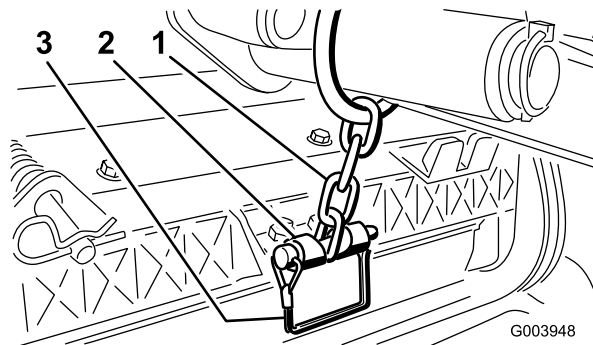

**Figure 12**
- A. Retirez la goupille à anneau et la rondelle qui fixent l'axe de pivot du bras de levage au bras de levage, et sortez l'axe de pivot du bras de levage (Figure 12).
- C. Insérez l'axe du bras de levage dans le bras de levage et fixez-le à l'aide de la rondelle et de la goupille à anneau (Figure 12).